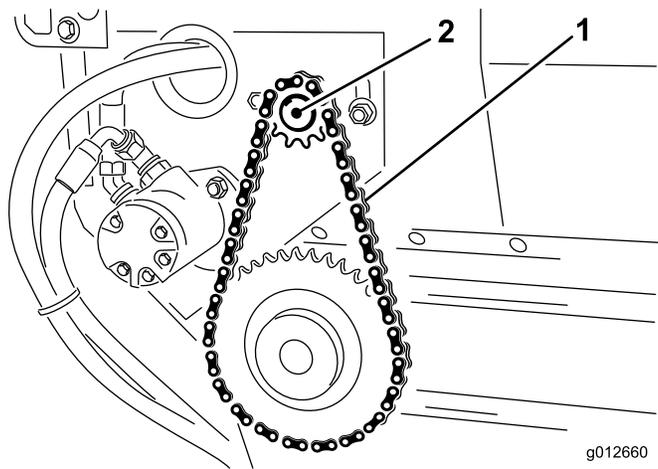

Рисунок 15
2. Снимите болты и гайки крепления электродвигателя и узла звездочки к основной раме (Рисунок 15).